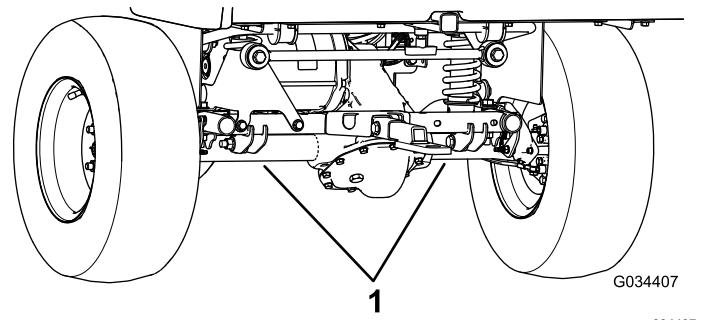

Figura 22
- El punto de elevación de la parte trasera de la máquina se encuentra debajo de los tubos del eje (Figura 22).